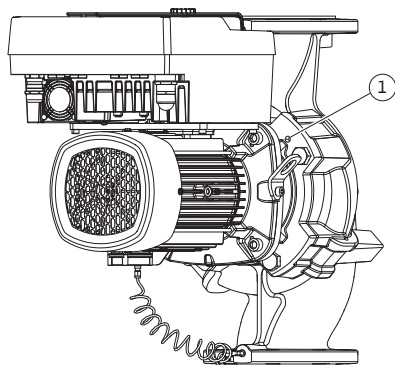

Fig. 10: Изтласкайте окомплектовката по резбовите на корпуса
- Избутайте окомплектовката (виж Fig. 4) от корпуса на помпата. В зависимост от типа на помпата (виж Fig. I ... Fig. IV) има два различни подхода. За типа помпа (Fig. III и Fig. IV), разхлабете болтовете (поз. 29). Използвайте двете съседни резби на корпуса (Fig. 10, поз. 1) и използвайте подходящи болтове, предоставени от клиента (напр. M10 x 25 mm). Използвайте двете резби на корпуса M10 (Fig. 104) за типа помпа (Fig. I и Fig. II). За целта използвайте подходящи винтове, предоставени на място (напр. M10 x 20 mm). Прорезите (Fig. 104, поз. 2) могат да се използват и за избутване.